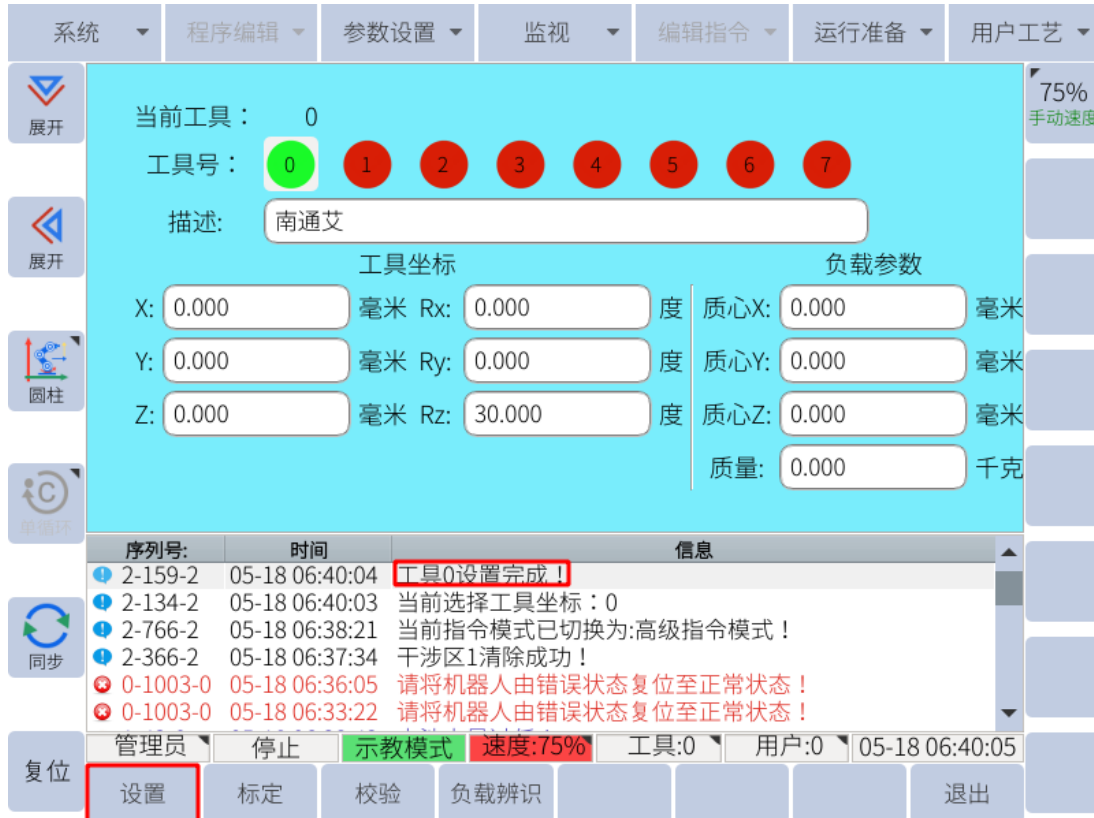

图 6-48：工具坐标设置完成
3. 点击子菜单栏的“设置”，信息提示栏会提示“工具坐标设置完成”，如图 6-48 所示。